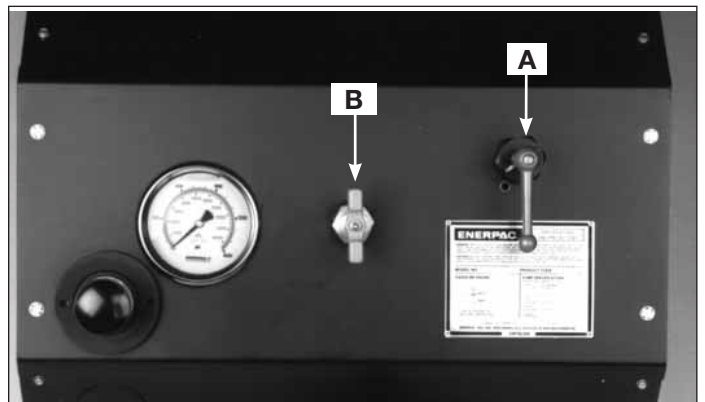

Figure 9
The other is an adjustable relief valve. It is located on the right side of the instrument panel, and has an adjustment range of 1000-10,000 psi. Turn handle clockwise to increase pressure, and counterclockwise to decrease pressure. Turn wing nut on adjustment screw down to help maintain set pressure. Use the gauge on the instrument panel to monitor the pressure setting as shown in Fig. 9.
7. **Gauge Shut-off Valve** — Located in the center of the instrument panel is the gauge shut-off valve, as shown in Fig. 9, "B." It can be used to dampen pulsations or to disable gauge when system pressure has been established, which will extend the life of the gauge.
A outra é uma válvula de alívio ajustável. Ela está localizada na lateral direita do painel de instrumentos e tem um intervalo de ajuste de 1000-10.000 psi. Gire a alta em sentido horário para aumentar a pressão e em sentido anti-horário para reduzir a pressão. Gire a porca borboleta no parafuso de ajuste para baixo para ajudar a manter a pressão de ajuste. Use o medidor no painel de instrumentos para monitorar o ajuste de pressão conforme apresentado na Fig. 9.
7. **Válvula de desligamento do medidor** — Localizada no centro do painel de instrumentos está a válvula de desligamento do medidor, conforme apresentado na Fig. 9, "B." Ela pode ser usada para amortecer as pulsações ou para desabilitar o medidor quando a pressão do sistema estiver estabilizada, que ampliará a vida do medidor.